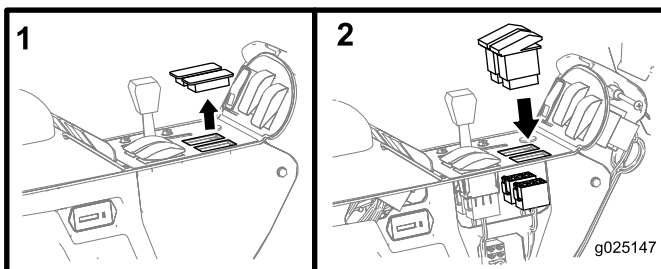

Figura 4
1. Retire los 2 tapones del panel de control e inserte los interruptores en los huecos, según se muestra en Figura 4.